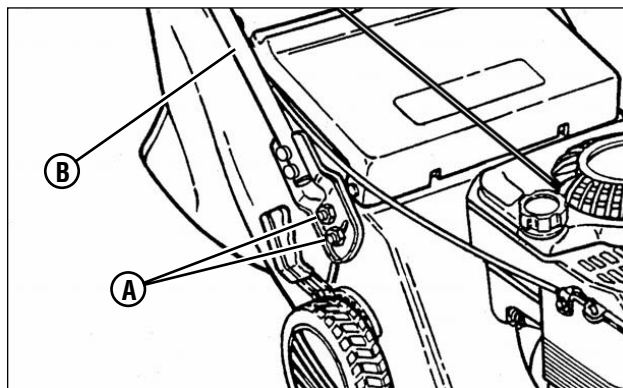

Figure 5 : Réglage de la hauteur de poignée
1. Desserrez les écrous inférieurs (**A**, Figure 5) au niveau des deux mancherons inférieurs.